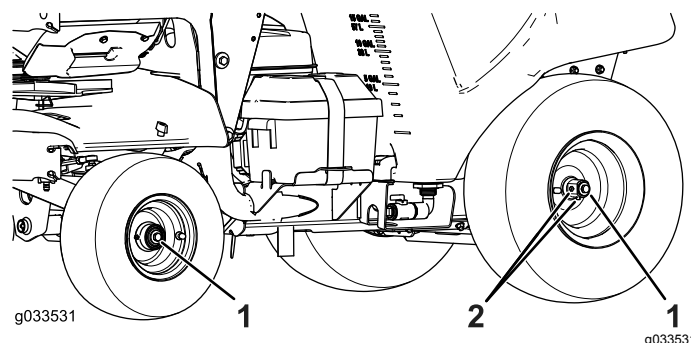

Figura 79
1. Apriete los 4 pernos de eje de las ruedas delanteras y traseras (Figura 79) a 48 N·m (35 pies-libra).